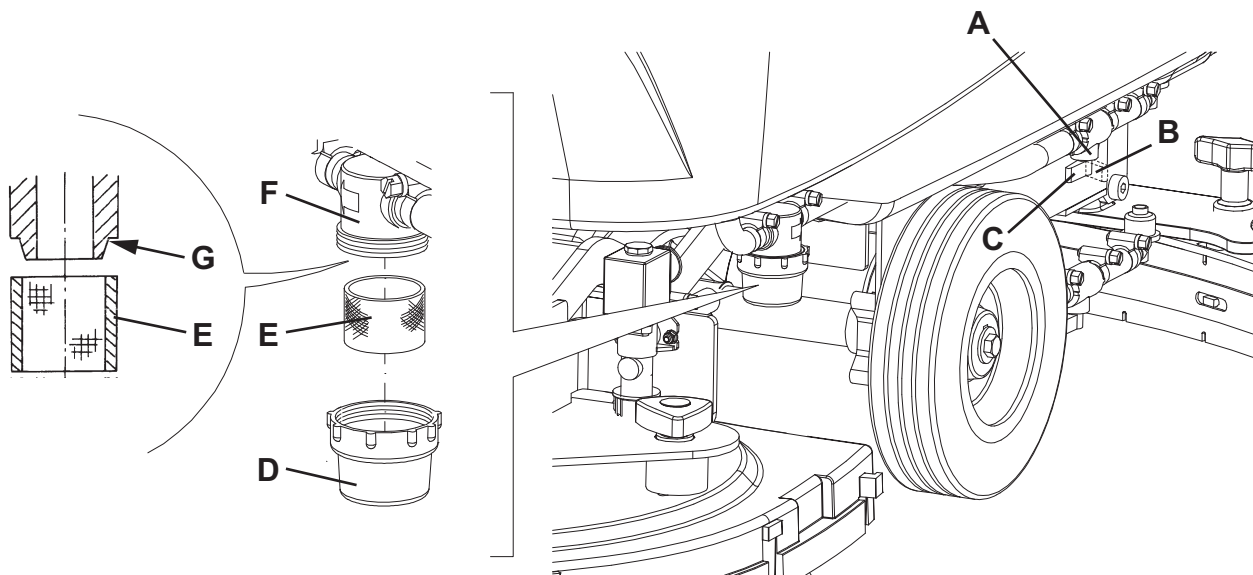

Figure 7
3. Fermer le robinet (A, Fig. 7) de la solution situé dessous la machine, derrière la roue arrière droite. Le robinet (A) est fermé quand il se trouve dans la position (B) par rapport aux tuyaux ; il est ouvert quand il se trouve dans la position (C).
4. Déposer le couvercle transparent (D), puis déposer le filet filtrant (E). Les nettoyer et les reposer sur le support (F).